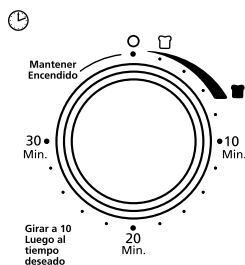

Figura 2
3. **Botão do timer** - Possibilita ajustar o tempo de preparo em até 30 minutos. O forno desligará automaticamente quando processo terminar. (veja a figura 2)